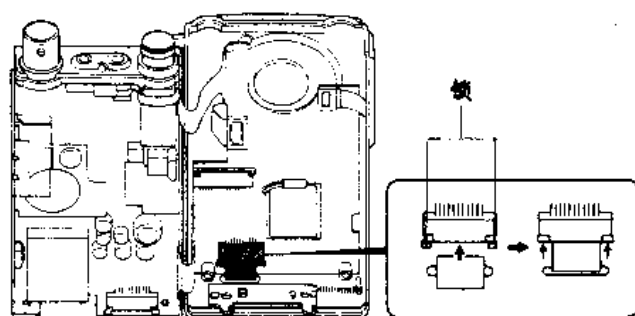

图 3-12
3. 如图 3-12 所示, 将 CKP412 的柔性 PC 板的顶部可靠地插入 C412 的插座内。再用一只手握住 P.C 板时, 推上插座上的锁键, 以便把柔性的 P.C 板固定在插座上。安装好后, 轻轻